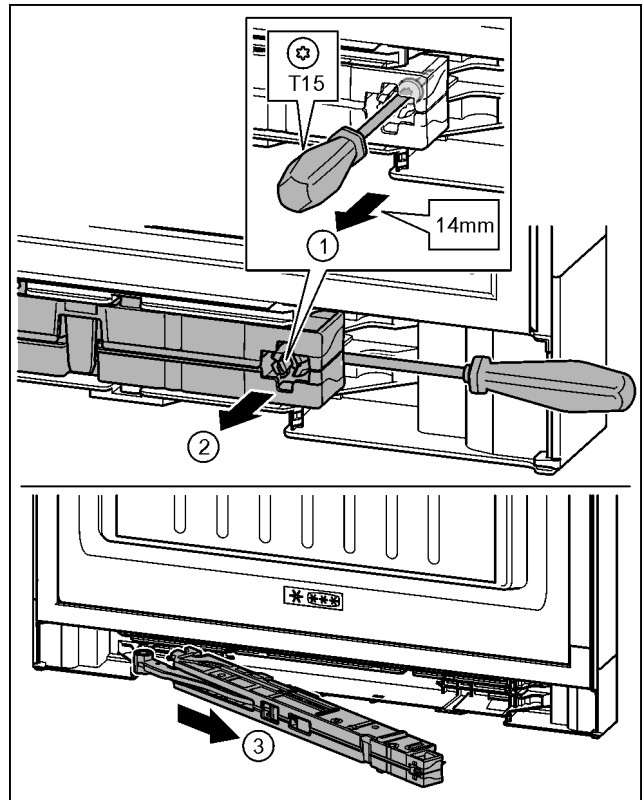

Fig. 17
► Šroub na jednotce tlumiče zavírání povolte šroubovákem T15 o cca 14 mm. Fig. 17 (1)
► Šroubovákem na straně madla zajedte za jednotku tlumiče zavírání. Otočte jednotku dopředu. Fig. 17 (2)
► Vytáhněte jednotku. Fig. 17 (3)